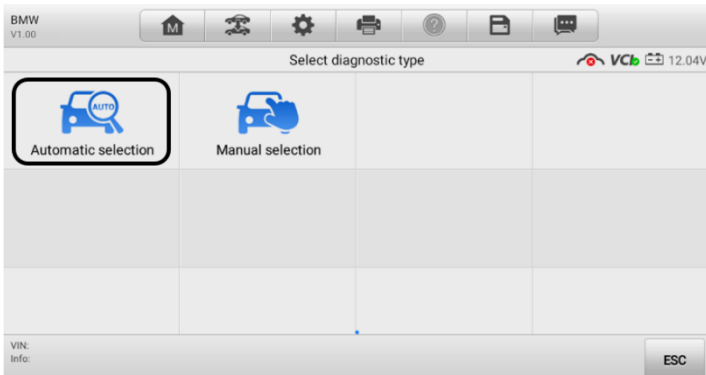

Figura 5-8 Tela de seleção no TPMS
3. Toque em **Seleção Manual** na tela de seleção do tipo de diagnóstico (Figura 5-8).